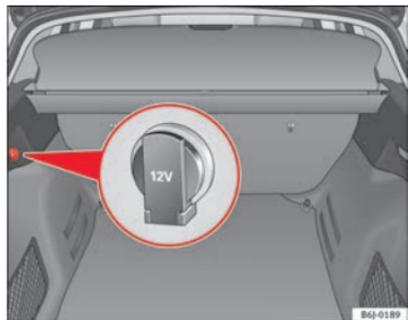

Fig. 88 Detalle del revestimiento lateral del maletero: Toma de corriente de 12 voltios
- Eleve la tapa de la toma de corriente ⇒ fig. 88.